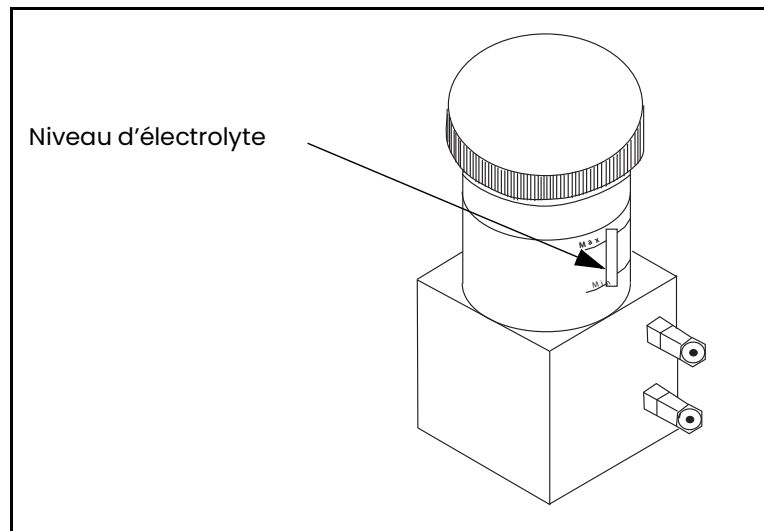

Figure 7: Niveau d'électrolyte dans la cellule à oxygène Delta F
La cellule à oxygène Delta F est proposée avec divers types de boîtiers de montage. Cependant, la cellule ressemblera toujours à celle qui est présentée à la figure *Figure 7* ci-dessous.
3. Vérifiez le niveau d'électrolyte en examinant le hublot min./max. sur la cellule à oxygène. L'électrolyte doit couvrir environ 60 % du hublot (voir *Figure 7 on page 12*). La cellule est désormais prête à être raccordée à la conduite de gaz.